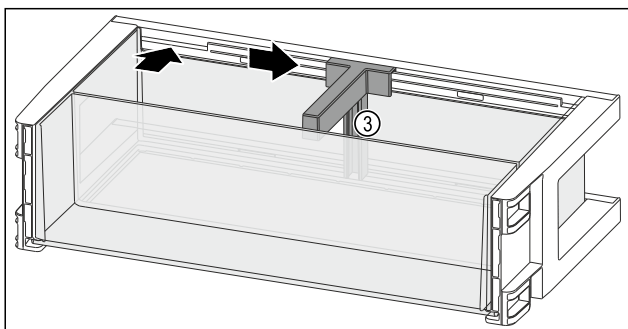

Fig. 99
- ▶ Установите держатель для бутылок Fig. 99 (3) в выемку.
- ▶ Сместите держатель для бутылок Fig. 99 (3) в нужное положение в сторону.